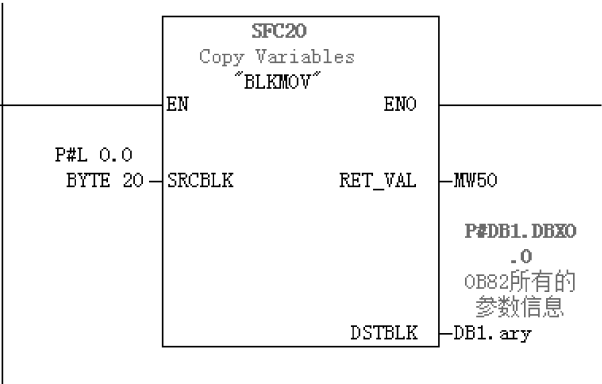

图 12-37 梯形图
4) 编写梯形图程序。在 OB82 中编写梯形图程序，如图 12-37 所示。由于 S7-300/400